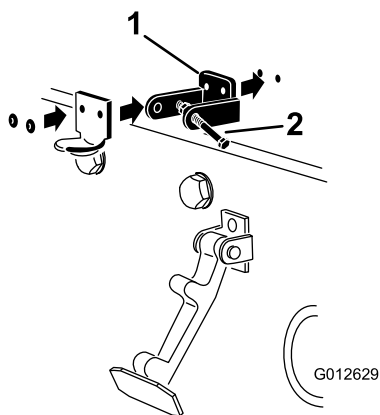

Figure 6
4. Alignez les trous de montage et positionnez le support de loquet CE et le support de loquet du capot sur le capot (Figure 6).
6. Rivetez les supports et les rondelles sur le capot (Figure 6).